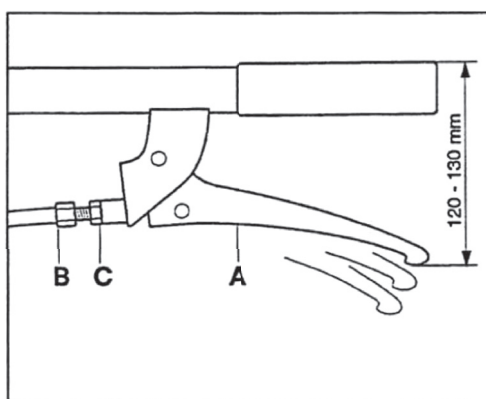

рис. 18
**СЦЕПЛЕНИЕ** (в зависимости от модификации): изначальная позиция рычага **A** (Рис.18) нормальна. По мере износа сцепления этот рычаг будет обретать больший зазор. Необходимо отрегулировать трос, установив рычаг **A** в его изначальное положение путём регулировки устройства **B** и контргайки **C**.